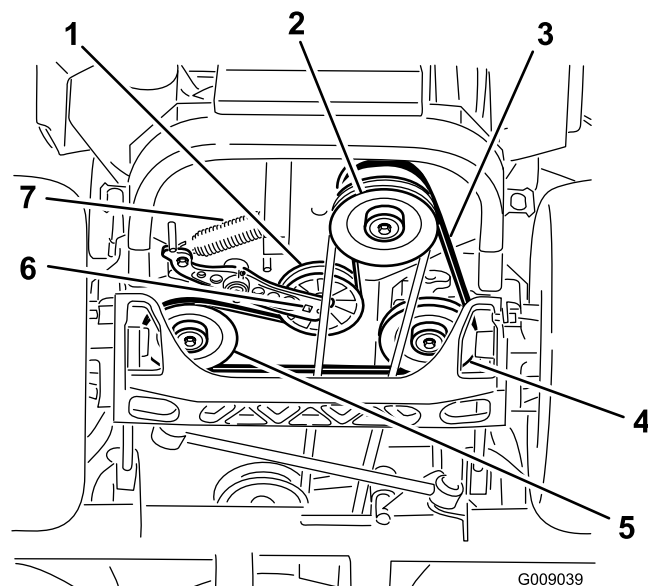

Figura 78
4. Levante la máquina y apóyela sobre soportes fijos (Figura 78).
5. Utilice una llave de carraca en el taladro cuadrado del brazo tensor para retirar el muelle tensor (Figura 78).
6. Desenganche el muelle de la polea tensora del bastidor (Figura 78).
9. Utilizando la llave de carraca en el taladro cuadrado del brazo tensor, instale el muelle tensor en el bastidor (Figura 78).